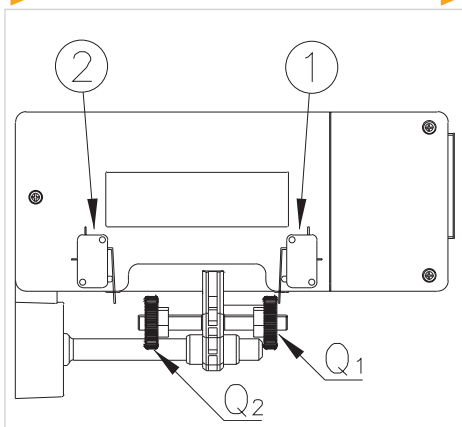

Fig. 7
- 17)Cerrar el final de carrera a través de la cobertura de plástico (N) y luego apretar con los dos tor-nillos (O), verificar la correcta disposición de los cables (ver gráfico 5). En presencia de motor con electrofreno, retire el pasador (P) de la cobertura de plástico (ver gráfico 6).
- 18)Despues de haber efectuado la instalaciòn mecanica y los contactos electricos proceder a regular el movimiento final del cierre como mues la fig.7.